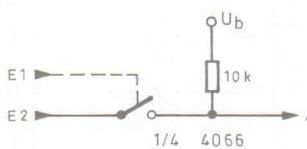

Bild 30. Analogschalter als NAND-Gatter mit zwei Eingängen.
**NAND-Gatter mit zwei Eingängen:** A wird nur dann L, wenn  $E1$  und  $E2=H$  (Bild 30);